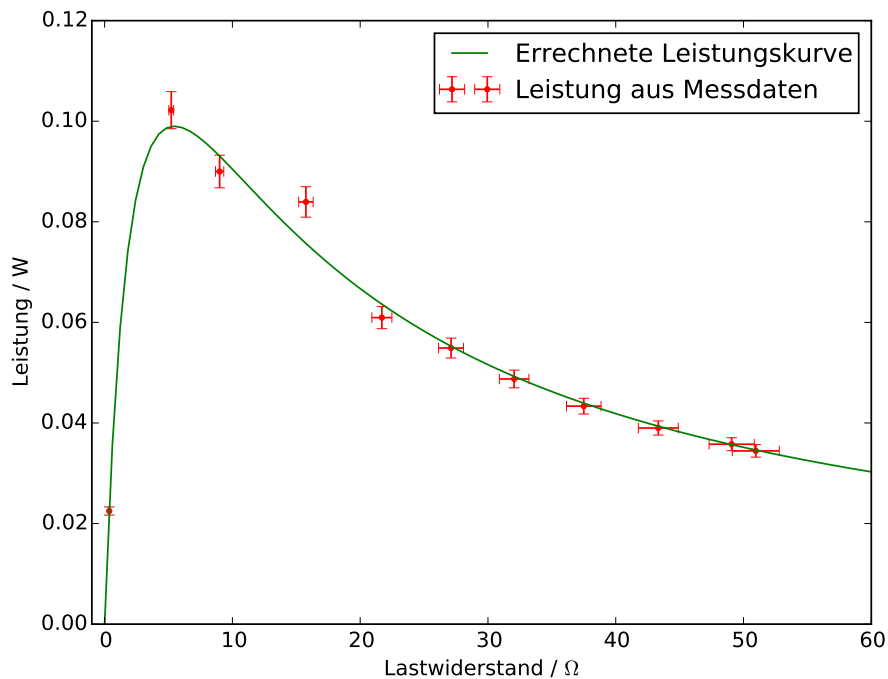

Abbildung 7: Leistung $N(R_a)$ am Lastwiderstand
Abbildung 7 zeigt die theoretische Abhängigkeit der Leistung vom Widerstand (siehe (7)) und die Werte aus Tabelle 1.